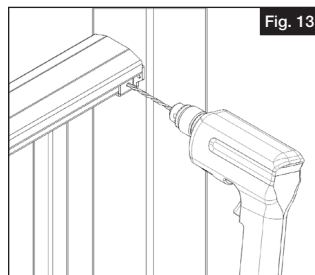

Fig. 13
- Usando una broca de $\frac{5}{32}$ ", taladre previamente la barandilla superior en las dos ubicaciones en el soporte metálico. Instale tornillos de 1" n.º 10 en los orificios pretaladrados de cada uno de los soportes metálicos (Fig 13).